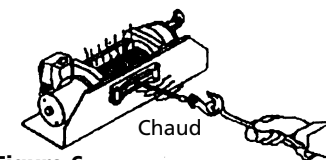

Figure 6
**⚠ AVERTISSEMENT** Le tambour et le câble peuvent devenir très chauds (Fig 6).